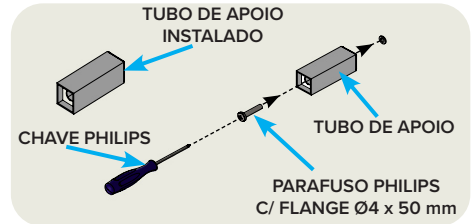

Figura 23 – Instalação dos Tubos de Apoio na parede
6. INSTALAR os 2 (dois) Tubos de Apoio nos furos da parede. Utilizando a Chave Philips, APERTAR adequadamente os Parafusos Philips com Flange Ø4,0 x 50 mm (Figura 23);